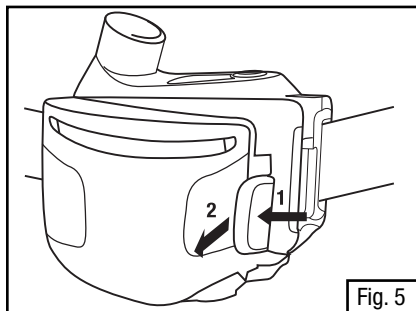

Fig. 5
- Pressione a trava da proteção no lado direito e levante-a para fora (Fig. 5).